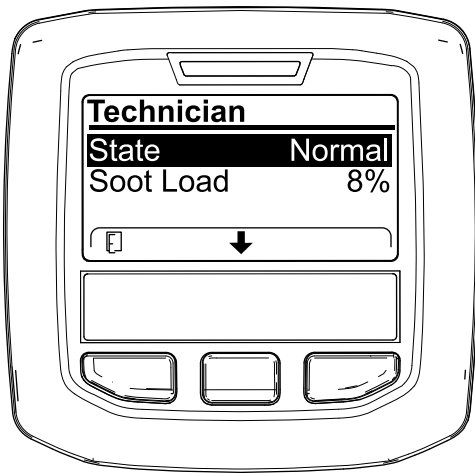

Figure 26
- Reportez-vous au tableau de fonctionnement du FAP pour comprendre l'état actuel de fonctionnement du FAP (Figure 26).